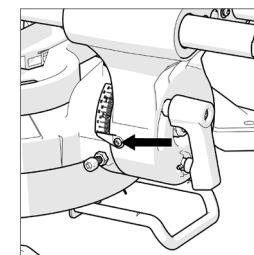

図14
- ドライバーをつかってインジケータ(目盛りの針)を留めているネジをゆるめます。(図14)